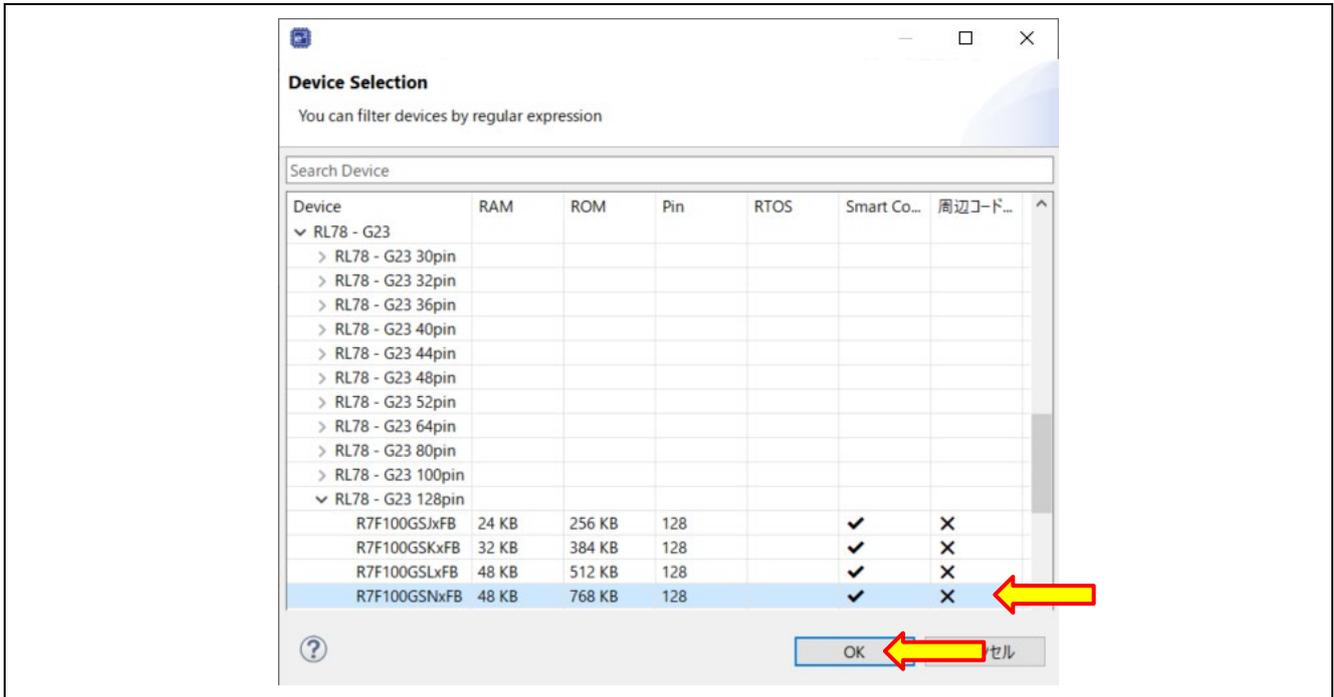

図 6-2 ターゲット・デバイスの選択
- ターゲット・デバイス: R7F100GSNxFB (選択方法は、図 6-2 を参照。)